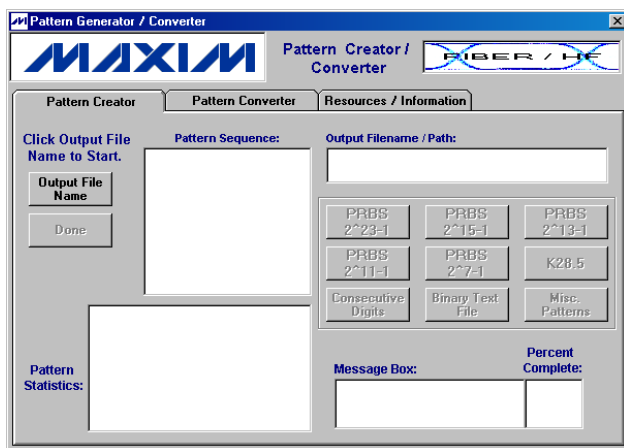

図 8. Creator の実例(ステップ#1)
1. **[Output File Name (ファイル名の出力)]**ボタンをクリックして、作成するファイルの名前と場所を入力します(図 8)。